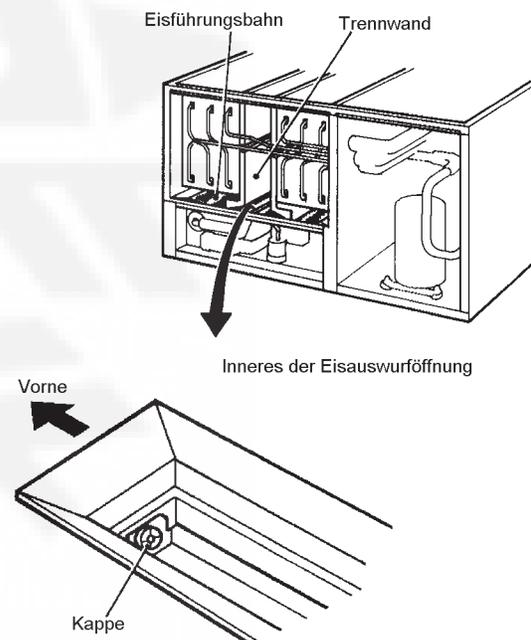

Abb. 7
8) Isolierplatte entfernen. Von der Eisauswurföffnung unten vorne die Kappe abnehmen. Wasserbehälter entleeren und losen Schmutz ausspülen. Siehe Abb. 7.
- 4) Sind alle Versandbänder, Verpackungsmaterial und Kartons von der Eismaschine abgenommen worden? Befinden sich die Würfelführungen an der richtigen Stelle? Sitzen alle Trennwand richtig in ihren Halteklammern? Siehe Abb. 7.